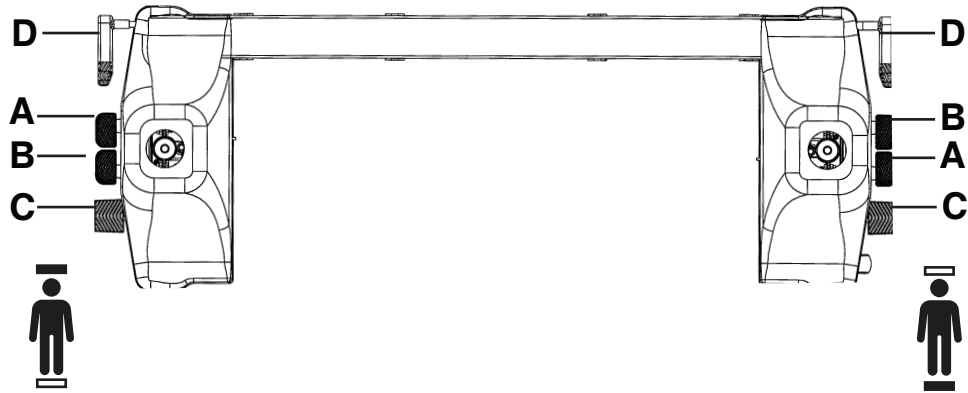

Abbildung 2 – Anheben und Absenken der Liegefläche
Zum Anheben der Liegefläche das Pumpedal (C) nach unten drücken (Abbildung 2).
Um das Kopfende der Liegefläche abzusenken (Trendelenburg-Position), das hydraulische Freigabepedal (B) an einer Seite des Produkts herunterdrücken (Abbildung 2).